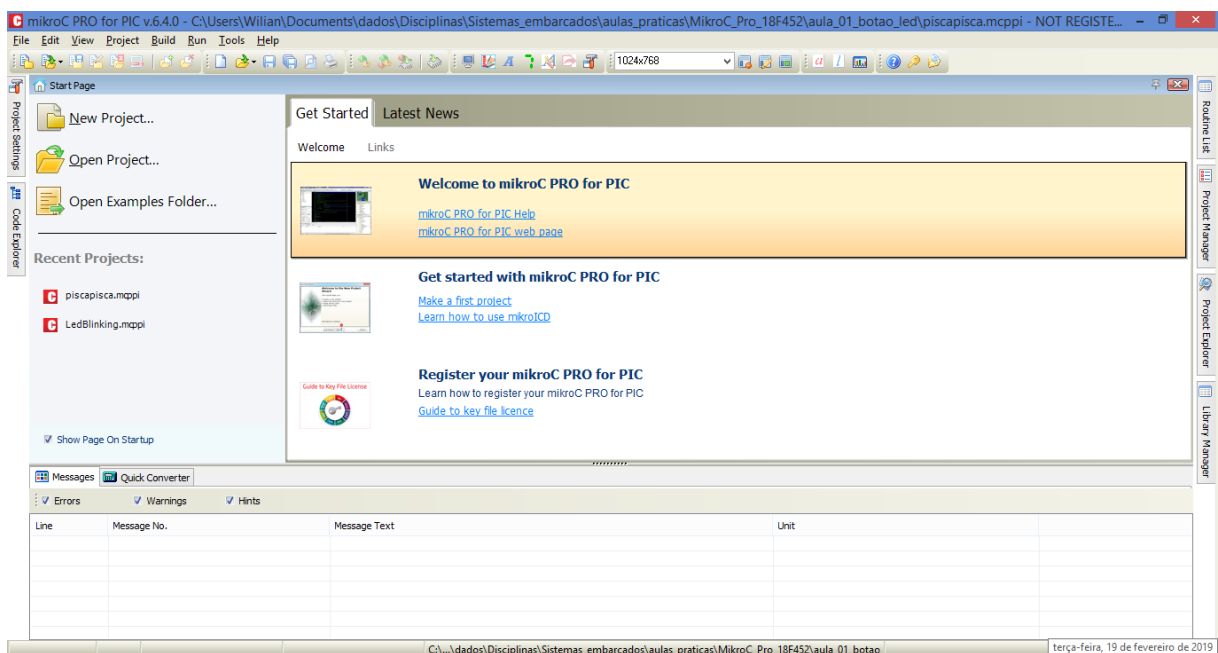

Figura 2: 4º Passo.
- **4º Passo:** Execute o *software* “mikroC PRO for PIC”1. Será então mostrada uma tela igual à exibida na Figura 2, essa é a tela principal do *software*.